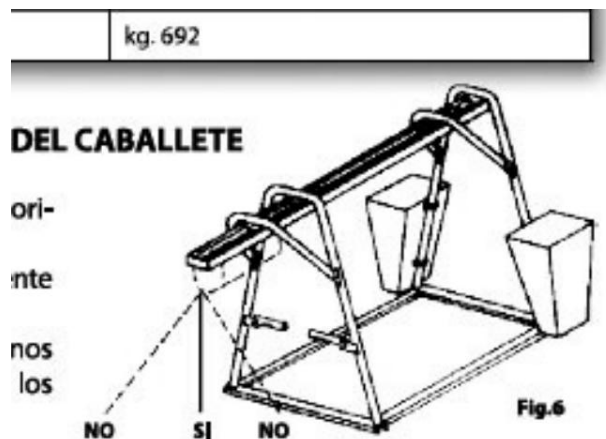

FIG. 9 — Uso correcto e incorrecto del caballete
- 2) Evite absolutamente utilizar el elevador para tirar oblicuamente del cable respecto a la vertical (FIG. 9).